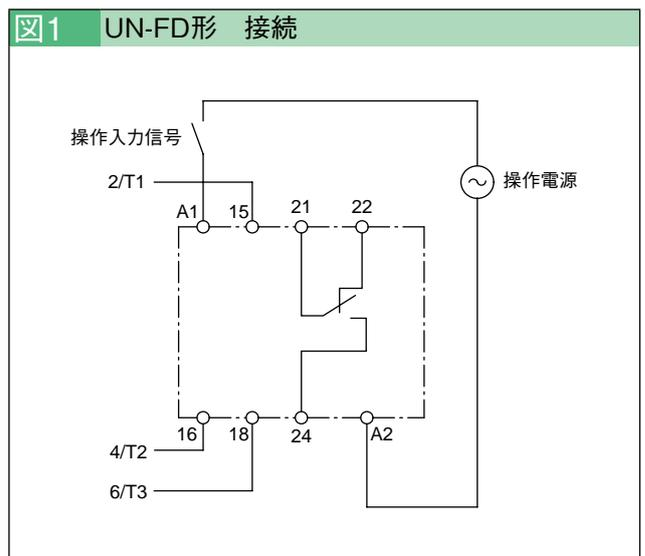

図2 UN-FD形とノーヒューズ遮断器との接続(駆動ユニットありの時)
(1) 図2～図5は主回路と操作回路電源が同一電源の場合を示します。主回路と操作回路電源が異なる場合は別電源からお取りください。
(2) 負荷がモータ負荷でサーマルリレーをお使いの場合は、サーマルリレーのb接点を接点信号に直列に接続してください。
(3) 単相負荷の場合は、UN-FD形の端子番号15、16、18端子のいずれか2個を使用して、負荷の端子に接続してください。